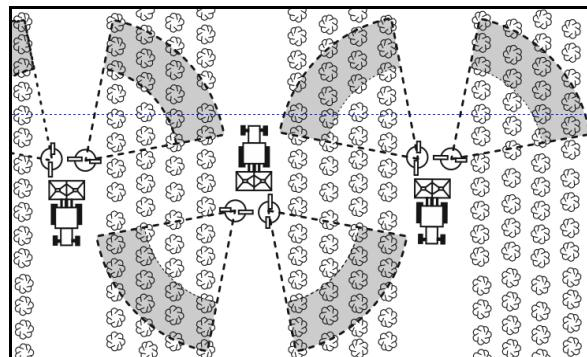

Рис. 20
5. Положите карданный вал на специально предусмотренный держатель (Рис. 20/1).